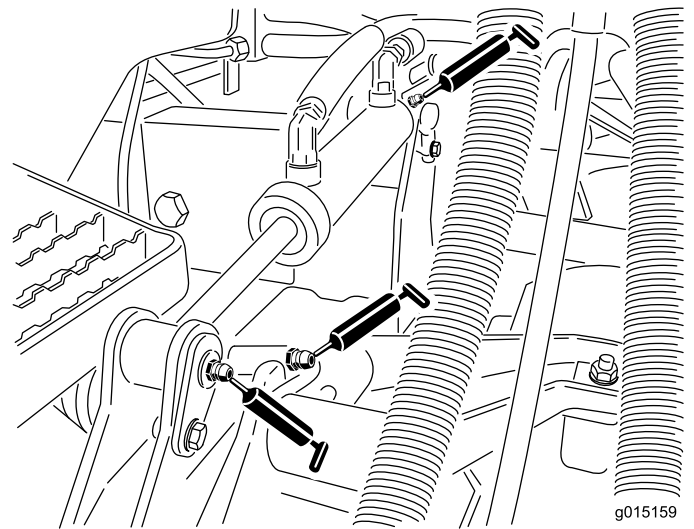

Figura 50
- Boccole (2 per piatto di taglio) del braccio di sollevamento (Figura 50).
- Boccole (1 per piatto di taglio) del braccio di sollevamento (Figura 50).